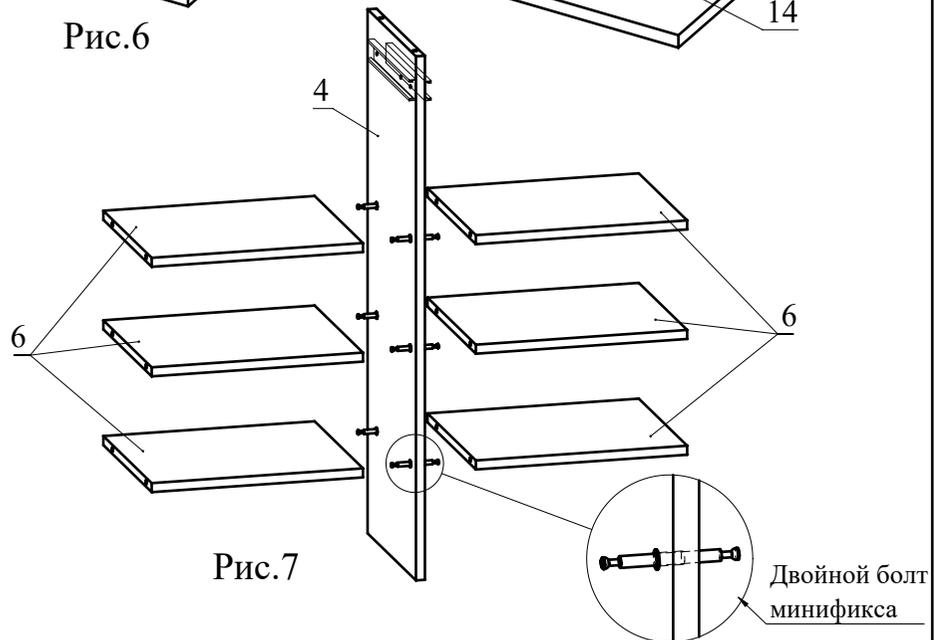

Рис.7
6. Установите детали 6 на деталь 4 и затяните головки минификсов по часовой стрелке до упора (Рис. 7).